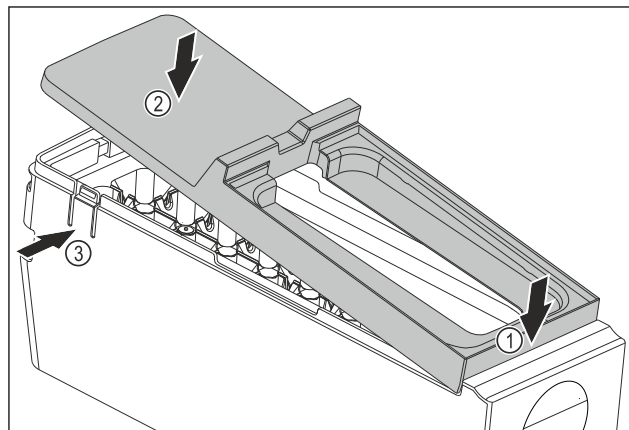

Fig. 81
- Montaż osłony korpusu EasyTwist-Ice: Osłonę założyć od przodu. Fig. 81 (1)
- Opuścić osłonę z tyłu. Fig. 81 (2)
- Osłona zatrzaskuje się słyszalnie w obu nakładkach Fig. 81 (3).